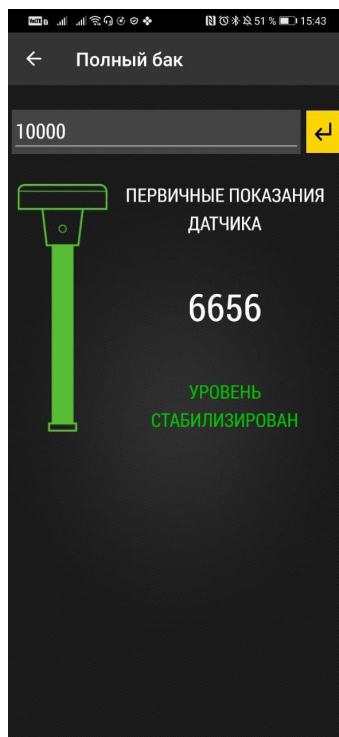

Рис.20. Стабильные показания уровня.
- Дождитесь стабилизации уровня – появится сообщение «Уровень стабилизирован», окрашенный в зеленый цвет (**Рис.20**).